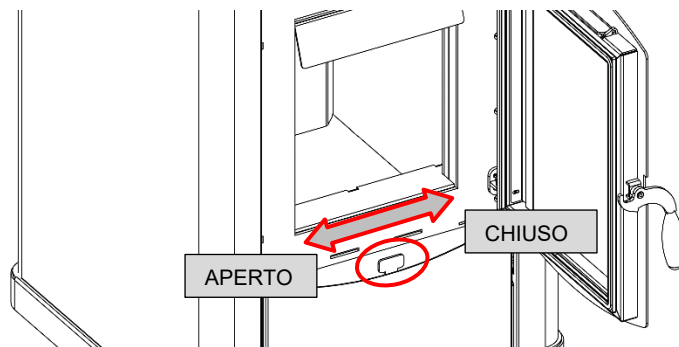

Fig.18
- 1 Mettere la leva dello starter in posizione di massima apertura (fig 18)